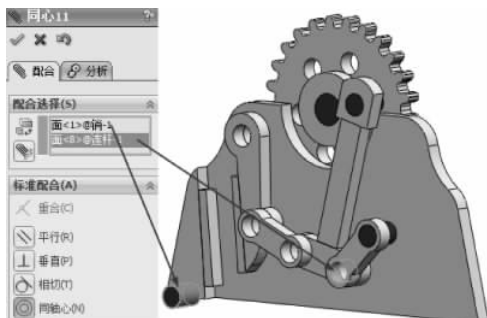

图 3-157 同轴心配合
(20) 选择【标准配合】选项组下的【同轴心】配合类型 ,在【要配合的实体】选择框  中选择如图 3-157 所示的面,其他保持默认,单击【确定】按钮 ,完成同轴心配合。